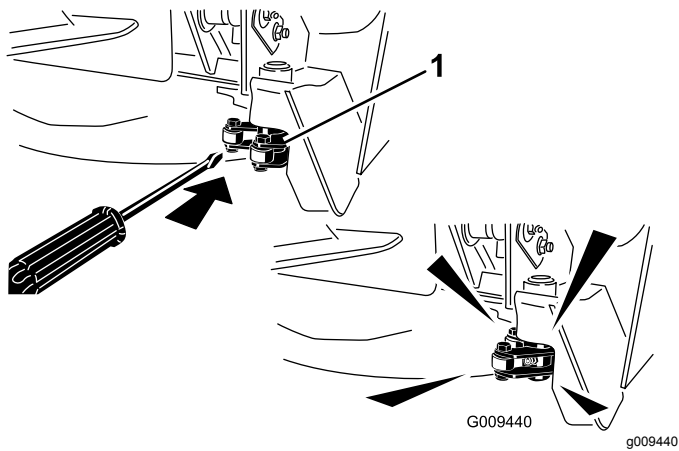

Figura 63
**Nota:** Pode ser necessário acionar manualmente o trinco (Figura 63) para aceder ao bico de lubrificação. Utilize uma alavanca para fechar e reabrir o trinco